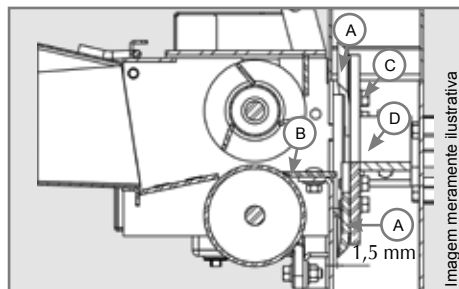

Figura 14
Para afiar, retire os parafusos (C) que fixam a faca (A) no disco (D) conforme indicado na Figura 14, e remova a faca. Utilize uma ferramenta adequada ou uma lima manual, afie uma faca de cada vez e monte no mesmo local que foi retirado para não prejudicar o balanceamento do disco.
- ✓ A distância entre a faca (A) e a contrafaca (B) deve ser de aproximadamente 1,5 mm, conforme mostrado na figura 14.